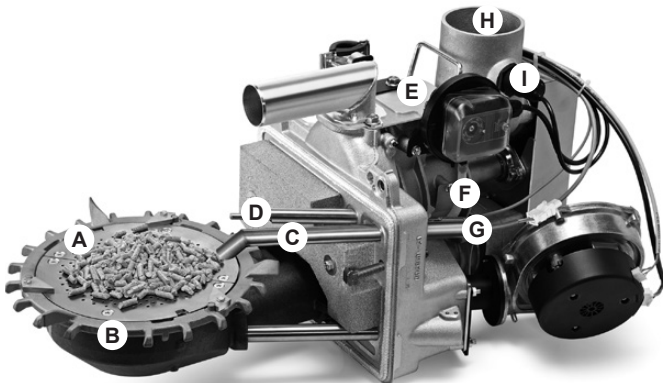

Bild 12
1. Wartungsöffnung (E, Bild 12) der Brennermechanik über Zellenrad öffnen und Feinanteil aussaugen.
2. Feinanteile aus Pelletsfallschacht (H) aussaugen sowie anhaftenden Staub von Füllstandssensor entfernen.
3. Schlauch für Unterdruckmessung (F) abziehen und Filter reinigen.